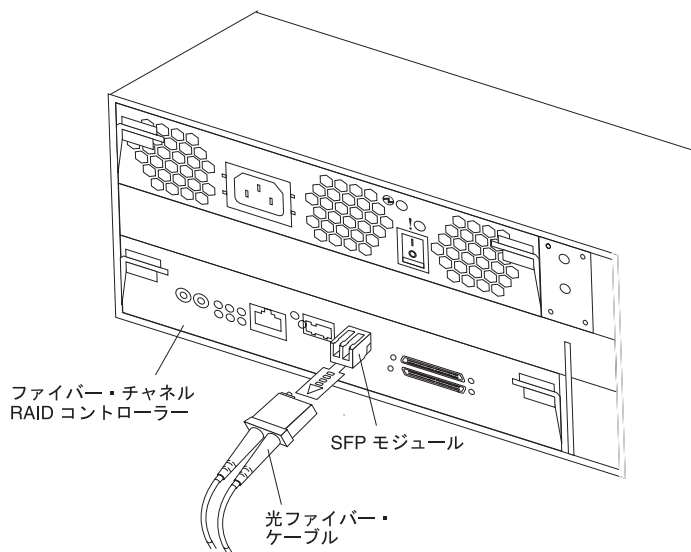

図 35. 取り付け済みの SFP モジュールへの光ファイバー・ケーブルの接続
3. 48 ページの図 35 に示すように、取り付け済みの SFP モジュールに光ファイバー・ケーブルを接続します。